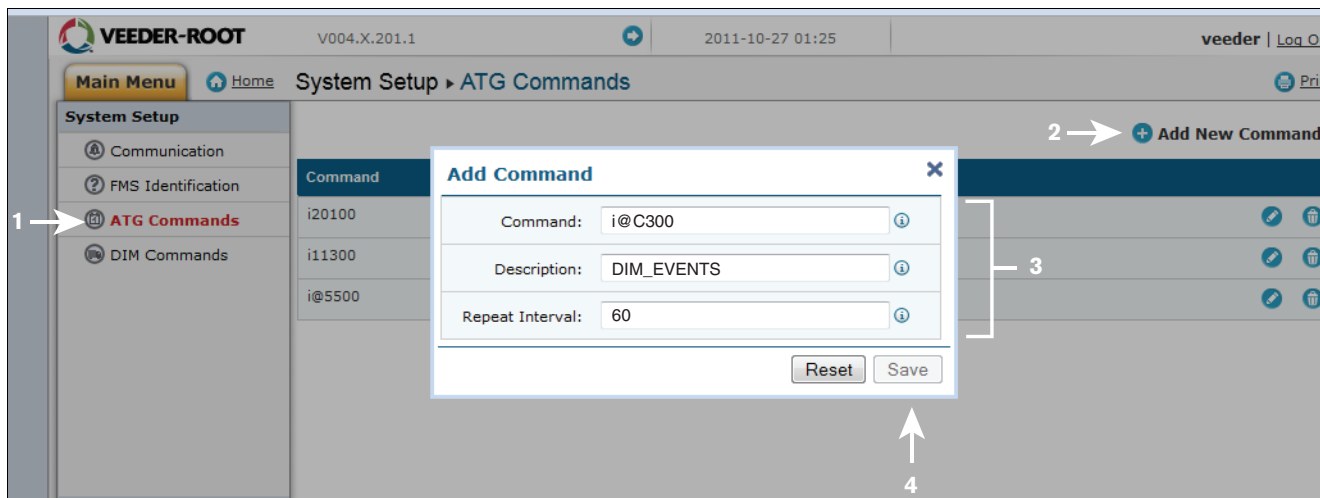

Abbildung A-6. ATG-Befehl eingeben
9. Gehen Sie zur Anwendung "DLSetup", indem Sie auf den weißen Pfeil im blauen Kreis oben in der Mitte des Bildschirms klicken (siehe Abbildung A-6.) und unter "System Setup" auf "ATG Commands (1 in Abbildung A-6.)" klicken. Klicken Sie anschließend auf den Text "+ Add New Command" oben rechts im Bildschirm (2 in Abbildung). Wenn das Dialogfeld "Add Command" angezeigt wird, geben Sie den Befehl "i@C300" ein, fügen Sie die Beschreibung "DIM_EVENTS" hinzu und setzen Sie das Wiederholungsintervall auf "60" (3 in Abbildung). Klicken Sie anschließend auf "Save" (4 in Abbildung).